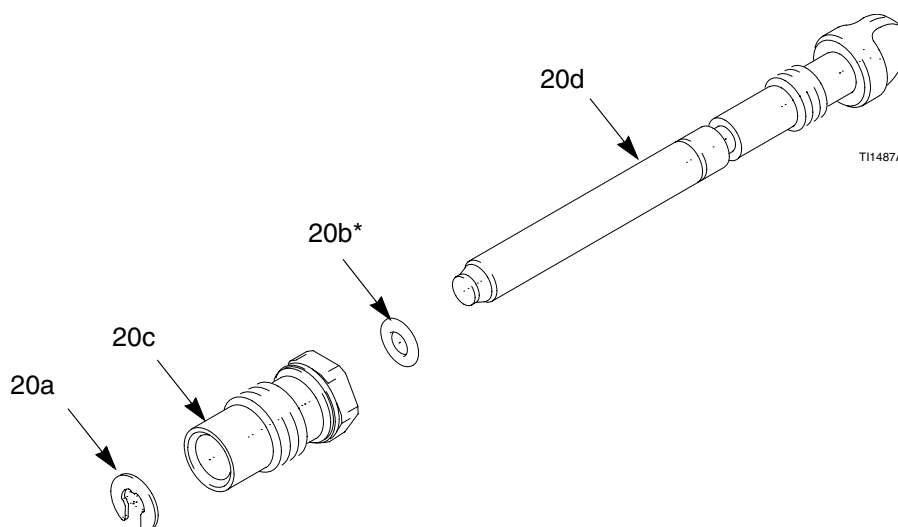

Fig. 19 Fläktluftinställningsventil
3. Ta bort låsringen (20a). Se Fig. 19.